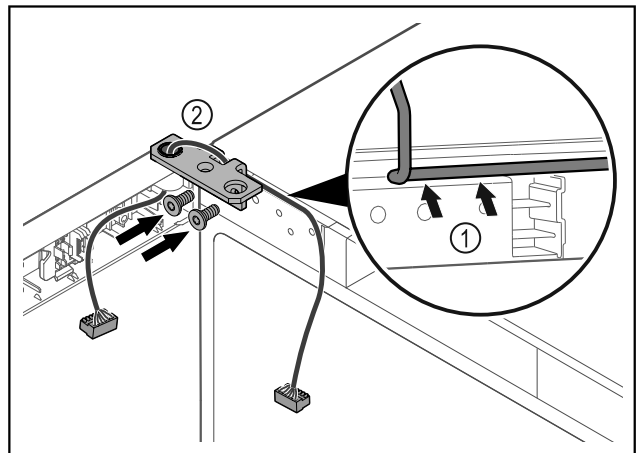

Fig. 43
- ▶ Кабель провести через виїмку шарнірного кутика і обережно прокласти Fig. 43 (1).
- ▶ Накрутити шарнірний кутик Fig. 43 (2).